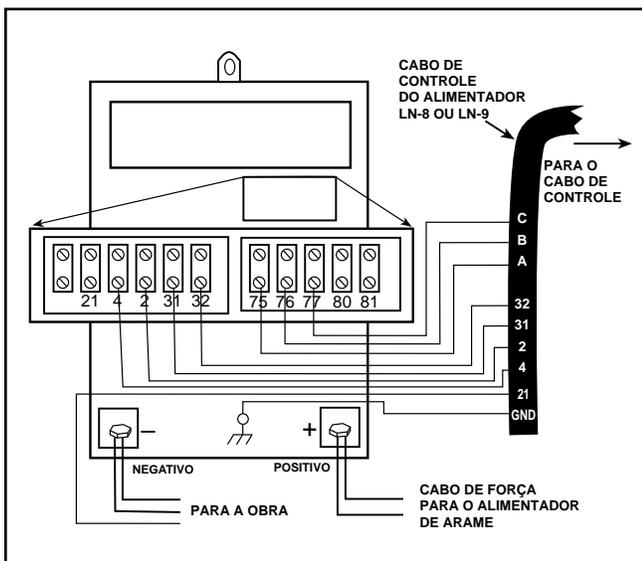

FIGURA C.6 - CONEXÃO DO ALIMENTADOR NA-5 À IDEALARC DC-600
3. Conecte o cabo de controle do alimentador à barra de terminais da IDEALARC DC-600 como mostrado na Figura C.6.
NOTA: O diagrama de conexão da Figura C.6 mostra a conexão positiva do arame. Para trocar a polaridade: